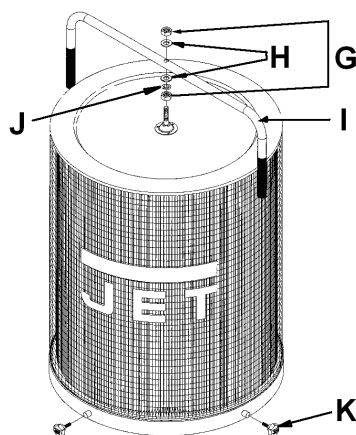

Fig 12
Fixer la poignée (I, Fig 12) avec 2 écrous (G), des rondelles (H) et une rondelle élastique bombée (J).
Pour nettoyer la cartouche (DC-1100CK), opérer quelques tours avec la poignée (I, Fig 12) afin que les poussières accumulées tombent dans le sac.